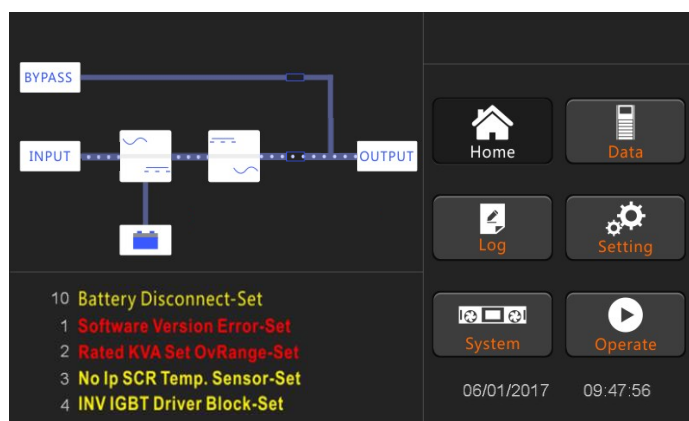

Рис.4-4 Интерфейс инверторного режима
7. Примерно через 30 с в условиях нормальной работы инвертора ИБП переключается с байпаса на инвертор, полоса индикатора байпаса гаснет, а полоса индикатора нагрузки мигает, как показано на рис.4-4.